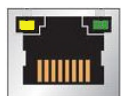

Рисунок 4
3.2.7 Для удобства пусконаладочных работ на разъемах R3-Link IN и R3-Link OUT размещены по два индикатора (рисунок 4). По их состоянию можно оценить состояние линии между двумя соседними приборами (см. таблицу 3).